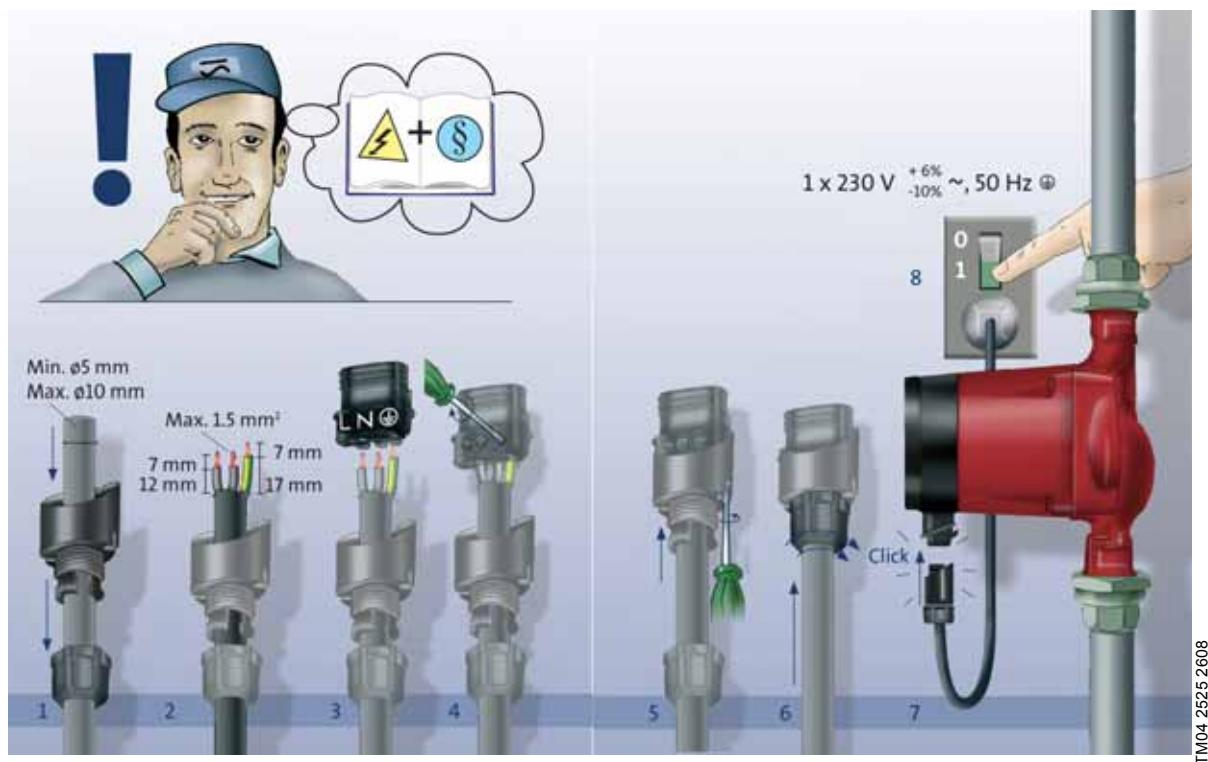

Fig. 6 El-tilslutning
- Tilslut pumpen til nettet med det medleverede stik som vist i fig. 6, trin 1 til 8.